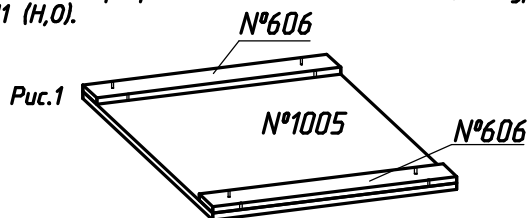

Рис.1
1. Приложить опору №606 к детали №1005 (рис.1)